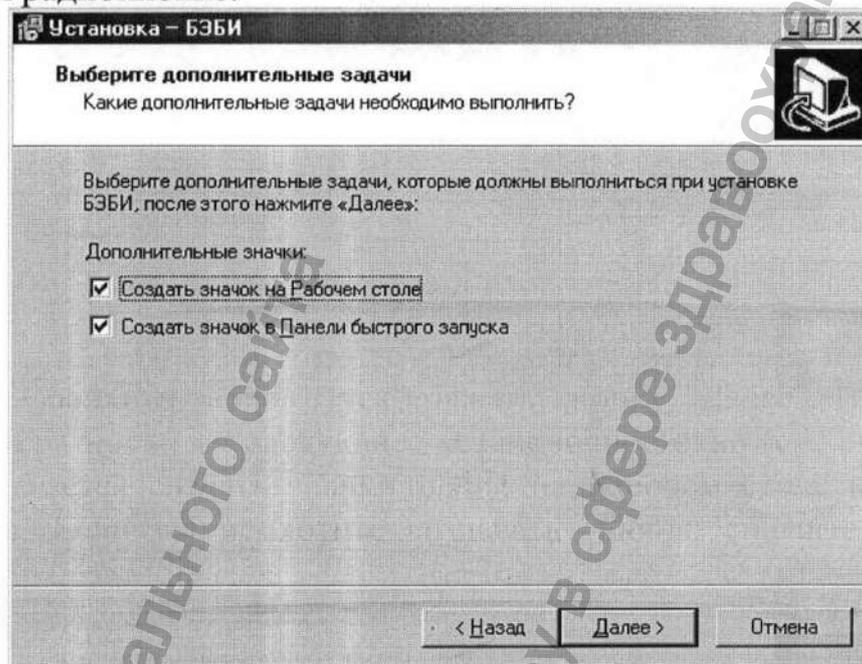

Рисунок 22
12) После выбора папки в меню "Пуск" нажать кнопку "Далее". При этом на экране компьютера появится следующее установочное окно (см. рисунок 22). Здесь Вам предлагается создать значки БЭБИ на Рабочем столе и в Панели быстрого запуска. Если вы не хотите создавать значок, снимите флажок в соответствующей радиокнопке.